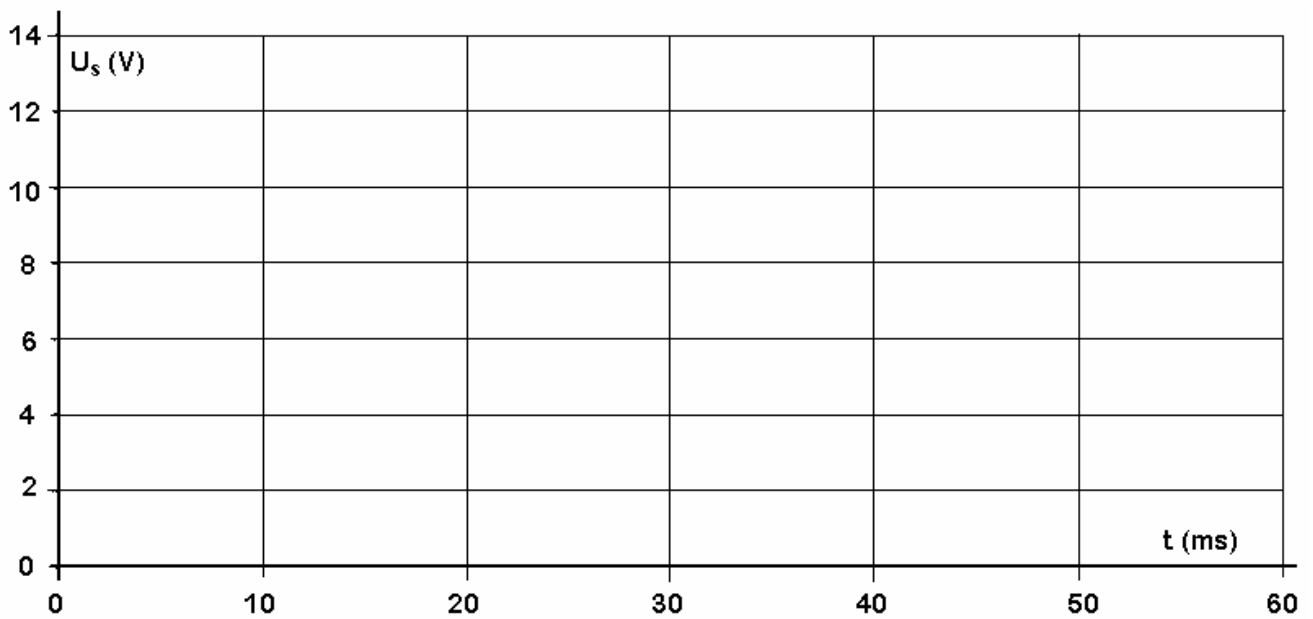

Figure 7
- 3/** Tracer la courbe $U_s = f(t)$ sur le document-réponse figure 7 page 7.